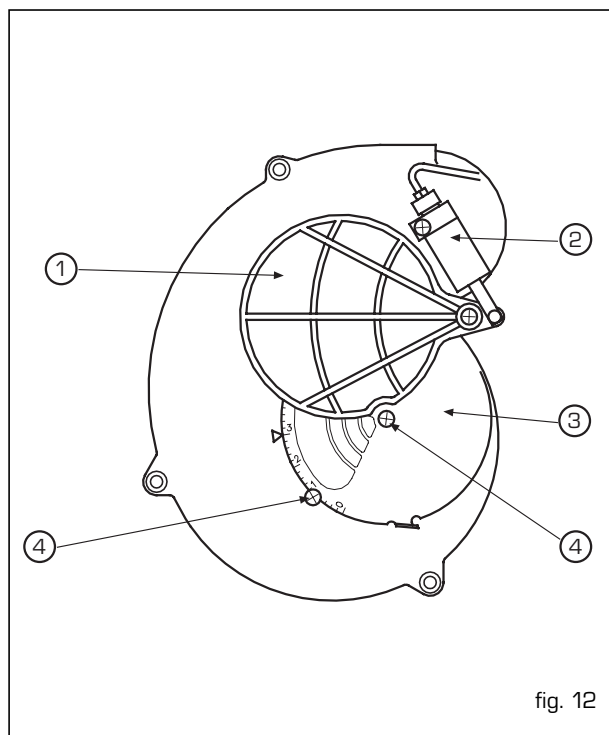

fig. 12
REGULACIÓN DEL REGISTRO DEL AIRE (fig. 12)
- Cambiar la boquilla y verificar que los electrodos estén bien colocados (fig. 12, pág. 8).